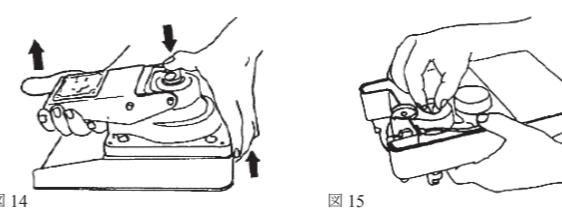

図15
- ポンプロッド・ワイヤウイングを反時計回りに回し、モーターインレットコネクタ⑥を外してください(図15)。